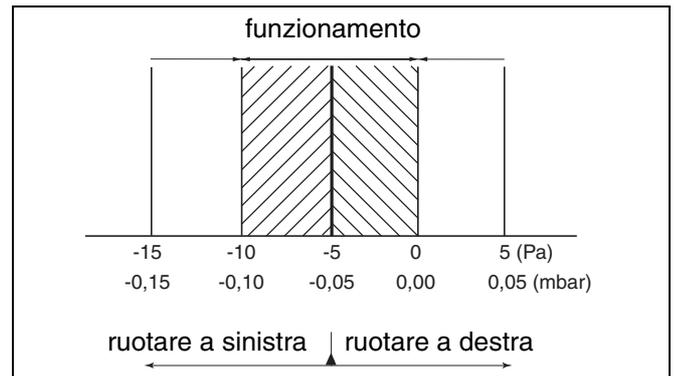

Fig. 84 Differenza Gas/Aria durante la messa sotto carico minimo
- Rilevare la pressione differenziale durante la modalità di manutenzione. La pressione differenziale ( $p_{\text{gas}} - p_{\text{aria}}$ ) deve essere pari a  $-5 \text{ Pa}$  ( $\pm 5 \text{ Pa}$ ) (visualizzazione sull'apparecchio di misurazione: da  $-10$  a  $0 \text{ Pa}$ ) (fig. 84).